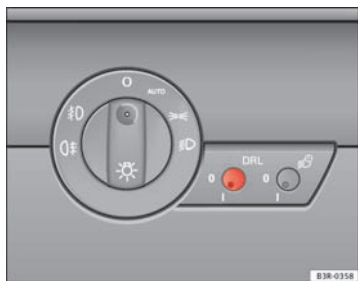

Fig. 90 Commande d'éclairage des feux de jour
- Appuyez brièvement sur le bouton ⇒ fig. 90 afin de le dégager de sa position de réglage.